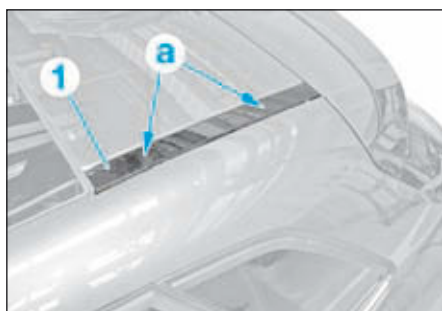

FIG.13
- Vérifier l'étanchéité de la vitre de custode (2).
- Dégrafer l'enjoliveur de pavillon (1) au niveau des agrafes de maintien en (a) et le déposer (Fig.13).